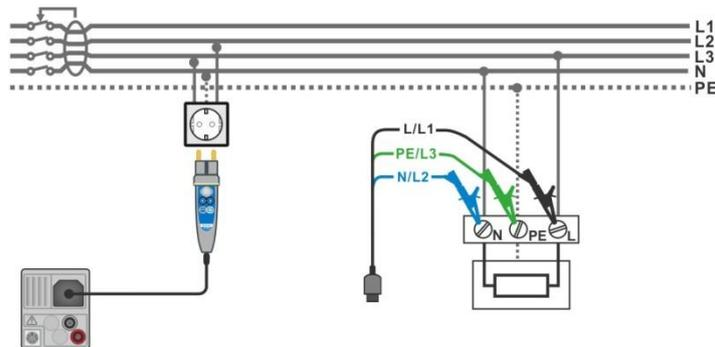

Abbildung 8.7: AUTO TN (RCD) Messung
- › Schließen Sie die Prüflleitungen oder den Commander Prüfstecker am Prüfling an, siehe **Abbildung 8.7**.